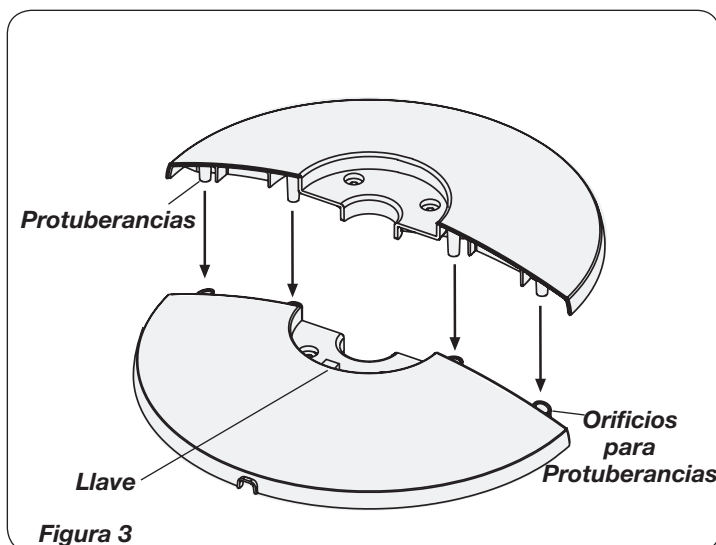

Figura 3
3. Arme la base enclavando las **Protuberancias** en los **Orificios para Protuberancias**. (Figura 3)